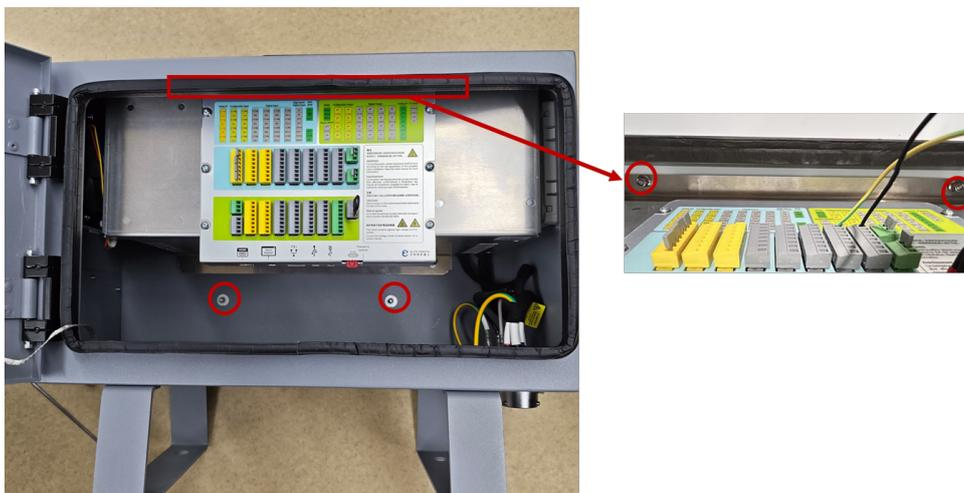

图 3-23: 控制柜内六角圆柱头螺钉位置
1. 关闭控制柜并断开电源线，打开控制柜机柜，将控制柜躺平，并拆除 4 颗内六角圆柱头螺钉，如图 3-23所示；
10. 将安装钣金模块放回箱体内，并将 4 颗内六角圆柱头螺钉拧紧固定好安装钣金，如图 3-23所示；